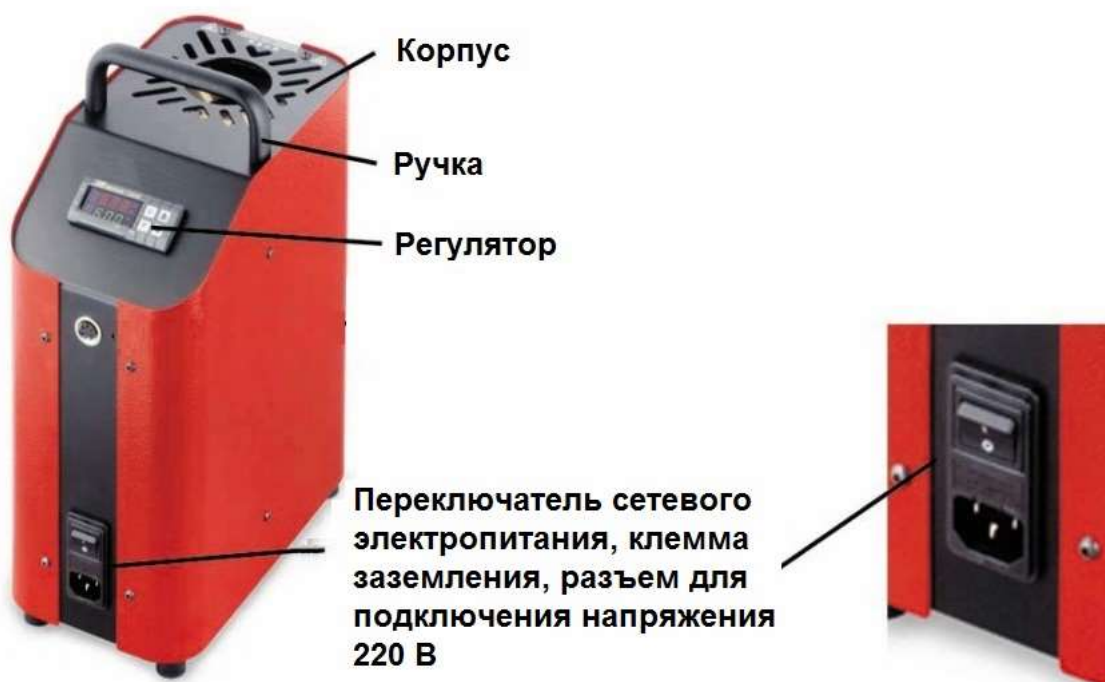

Рисунок 3.1 – Внешний вид термостата
3.1. Термостат состоит из прочного лакированного стального корпуса, с переносной ручкой (см. рисунок 3.1).